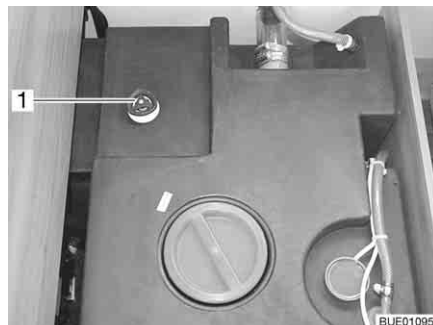

Bild 130 Vattentank med ratt
- Vrid ratten på vattentanken moturs mot motståndet till stoppläget (Bild 130,1) för att öppna utloppsöppningen helt.